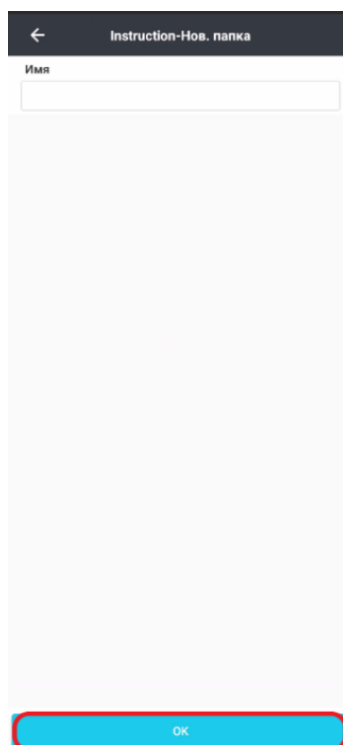

Рисунок 2.3.3
3. Задайте имя новой папки для хранения и нажмите **ОК** (Рисунок 2.3.3). После этого в меню **Списка папок** появится новый раздел. Для его открытия нажмите на него.